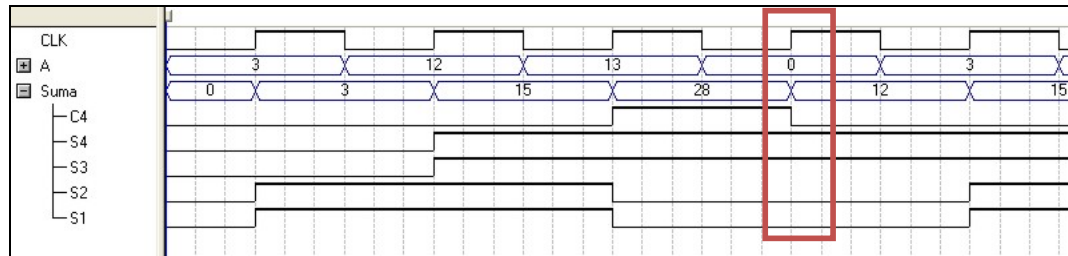

Figura 8. Simulación del circuito acumulador.
El 7483 entrega un resultado de 5 bits, mientras que sus entradas son únicamente de 4 bits. Para simplificar el diseño, se retroalimentan únicamente los 4 bits menos significativos de la salida, por lo que al obtener un resultado mayor a 15, el número sobre el que se acumula será distinto. Por ejemplo, si el último resultado obtenido es 20 (10100 en binario), el valor retroalimentado será únicamente 4 (0100, que son los 4 bits menos significativos del número. Si queremos acumular el valor 5, el resultado obtenido será 9 y no 25 como sería esperado. Si se quisiera implementar el acumulador sin pérdida de precisión, se pueden conectar sumadores adicionales en cascada utilizando las terminales de acarreo. En el diagrama de tiempos de la figura 8 se muestra el funcionamiento de este circuito.
El recuadro de la figura 8 resalta una condición en la cual el bit más significativo del resultado (C4) tiene un valor de 1 lógico. En este caso, según se explicó anteriormente, el valor de este bit no es retroalimentado para realizar la acumulación. Por lo tanto, el valor en la entrada A (0) se suma al valor en las terminales S4-S1 (12) y no al resultado completo (28), dando como resultado 12 al activarse la entrada del reloj.